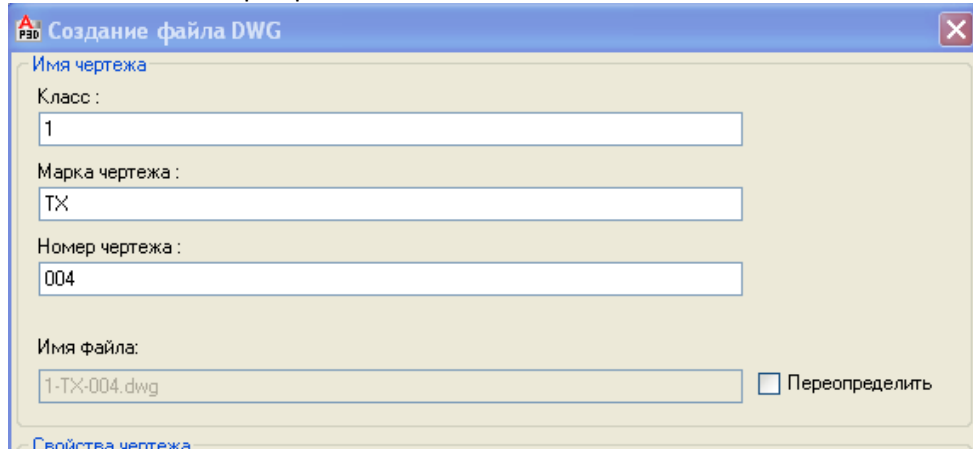

Рис. 73
- В открывшемся диалоговом окне **Создание файла** заполните поля имени файла (Рис. 73):